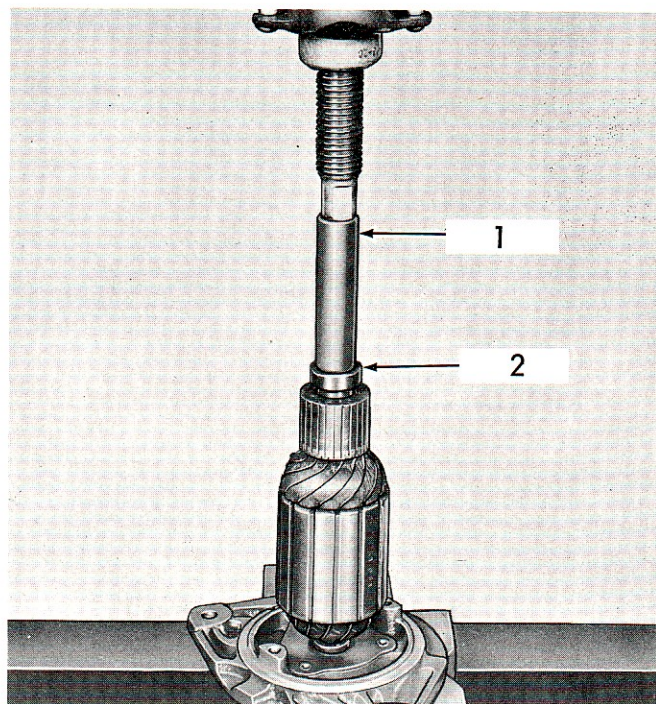

Fig. 18.
- c. Emmancher un roulement neuf sur l'arbre d'induit côté collecteur suivant Fig. 18.